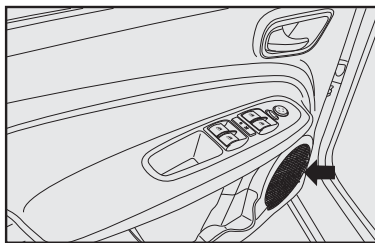

fig. 104
- dois alto-falantes full-range dianteiros de 6" com 20 W RMS de potência cada **fig. 104**.